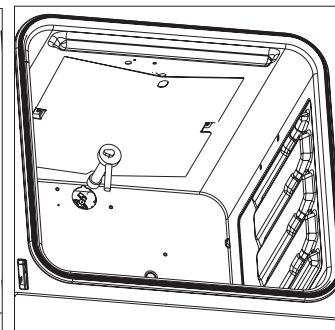

Figure 25
- Enlevez l'injecteur situé à la partie arrière supérieure du four, et remplacez-le par l'injecteur livré avec l'appareil pour utilisation avec un type de gaz approprié (Figure 25, Tableau 4).